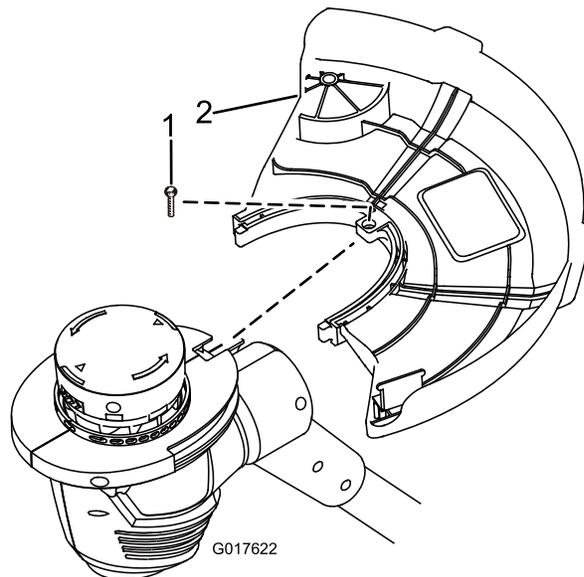

Figura 3
1. Deslice el protector sobre la base de la desbrozadora, según se muestra en Figura 3.